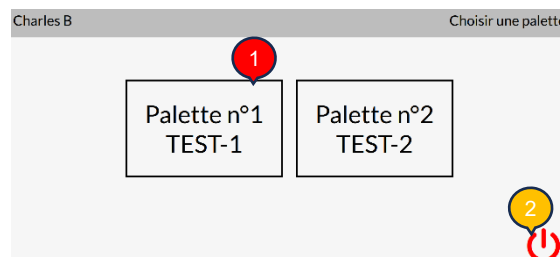

Figure 13 - Écran de choix d'une palette
- 2** : Bouton qui vous mènera vers l'écran de choix de palette (voir Figure 13 p15).